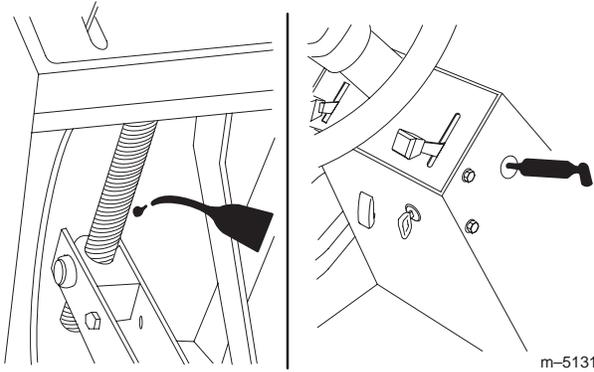

Bild 25
- Schmieren Sie die Büchsen des Fahrpedals sowie die Lenkwelle mit einigen Tropfen SAE 10W-30 Öl oder Sprühöl (Bild 25).